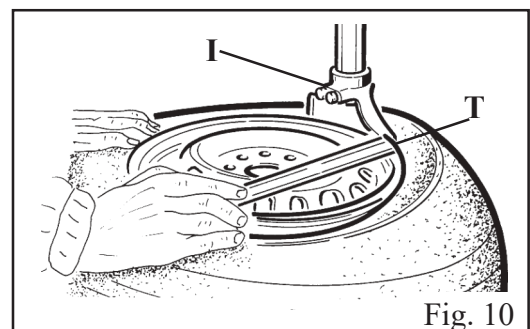

Fig. 10
- Abbassare il braccio operante (M) sino ad appoggiare l'utensile integrale (I) sul bordo del cerchio e bloccarlo con la leva (K). In questo modo abbiamo bloccato il braccio in senso verticale e spostato la torretta di circa 2 mm. dal cerchio **N.B:** per il F 524SW, una volta bloccato il braccio in senso verticale occorre allontanare manualmente la torretta dal cerchio (circa 2 mm.), agendo sul volantino posto nella parte sinistra del palo orizzontale.
- Con l'aiuto della leva (T), infilata fra tallone e la parte anteriore della torretta integrale (I), portare il tallone del pneumatico sopra la torretta stessa (Fig. 10) **N.B:** per evitare di danneggiare l'eventuale camera d'aria, è consigliabile fare questa operazione con la valvola circa 10 cm. a destra della torretta
- Mantenendo la leva in questa posizione, far ruotare il piatto (Y) in senso orario tenendo premuto il pedale (Z) fino alla completa fuoriuscita del pneumatico dal cerchio.